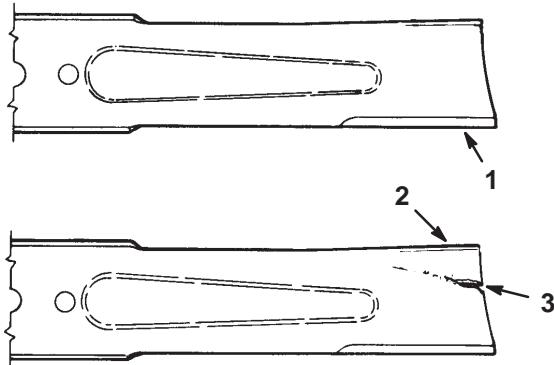

Abbildung 22
2. Die Schneidkanten untersuchen (Abb. 22). Wenn die Kanten nicht scharf sind oder Kerben haben, das Schnittmesser ausbauen und schärfen. Siehe "Schärfen der Schnittmesser", Seite 19.
3. Die Schnittmesser untersuchen, insbesondere den gebogenen Bereich (Abb. 22). Wenn Schäden, Verschleiß oder Rillenbildung in diesem Bereich festgestellt werden (Abb. 22), muß sofort ein neues Schnittmesser installiert werden.